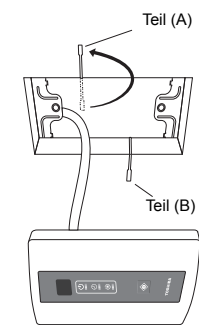

Abb. 4
3. Verwenden Sie die Teile (A) und (B) zum sicheren Greifen des Deckenmaterials. (Abb. 4)